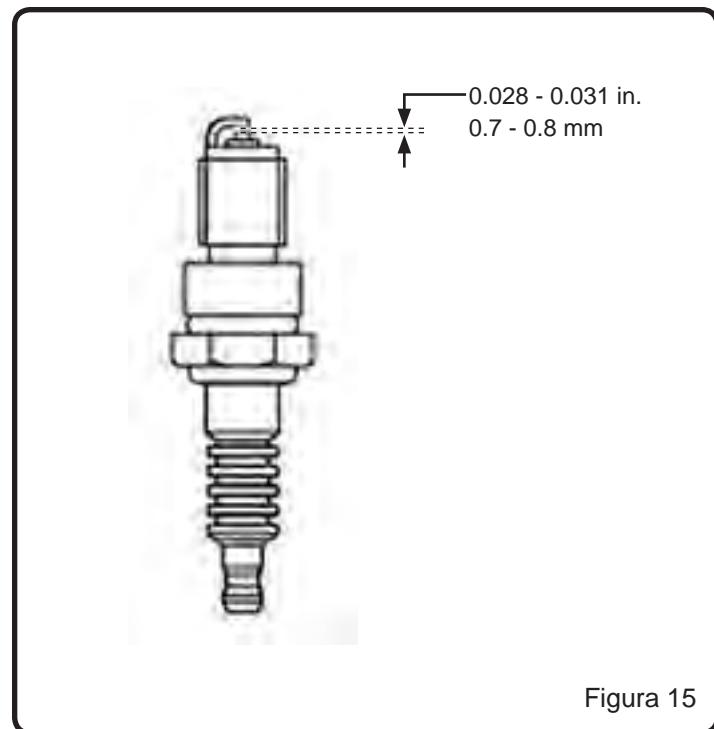

Figura 15
6. Verificar que el salto de chispa de la bujía sea de 0.7 a 0.8 mm (0.028 a 0.031 pulgadas). (Véase la Figura 15)